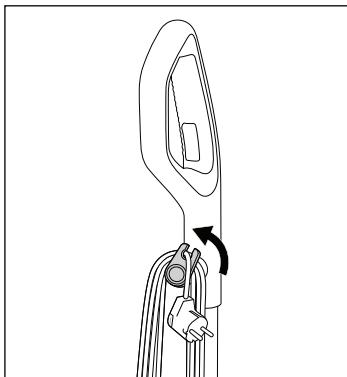

Fig. 43
- Pour détacher l'appareil de la position de stationnement, bloquez avec un pied la tête de nettoyage avec compartiment à brosse **③** de l'appareil et déplacez ensuite la partie portable avec poignée **①** vers l'arrière.
- ♦ Sortez légèrement le support de cordon supérieur **⑯** et tournez-le à nouveau vers le haut (voir fig. 43).